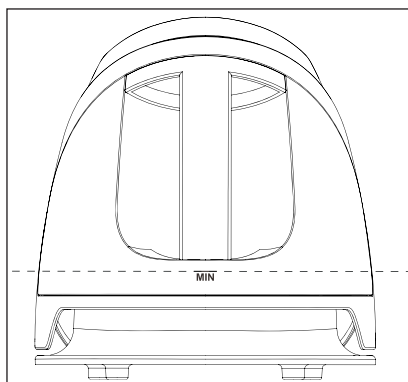

Fig. 1
- Dès que le niveau du réservoir à eau **7** passe sous le repère **MIN** (voir fig. 1), l'eau n'est plus pompée dans la chambre à vapeur et l'émission de vapeur s'arrête.